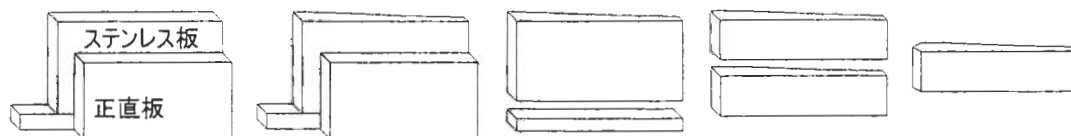

Fig. 3.1 羽根切削行程
1. 厚さが翼厚以上の縦の長さが羽根 2 枚分以上で端をフライス盤で一直線に切削したステンレス板を Fig. 3.1 のようにマシンバイスにチャックする。